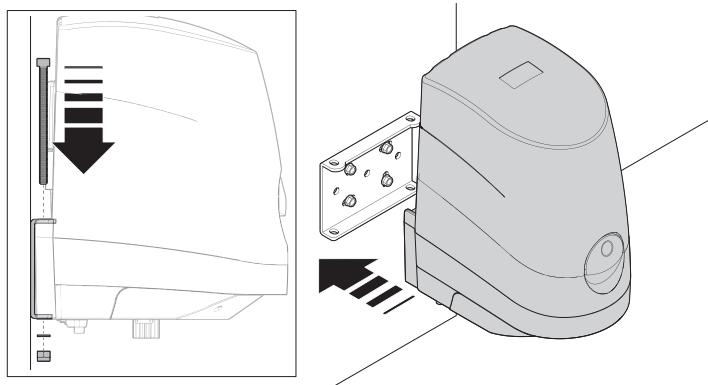

Fig. 7
01. Fixar o motorreductor ao fixador como mostrado na **fig. 7** utilizando os parafusos, as arruelas e as porcas em dotação;